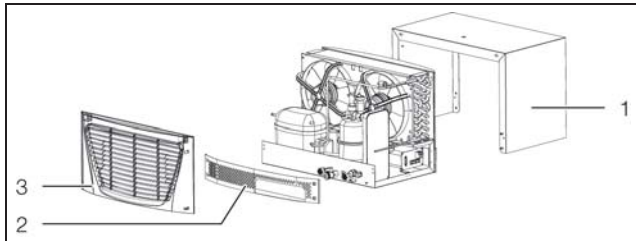

Fig. 40: Predisposizione del collegamento PLC (per i modelli 3318.600, 3318.610 e 3319.600, 3319.610)
- Rimuovere la griglia di aerazione sul lato posteriore del chiller (fig. 40, pos. 3).
- Smontare il pannello del frontale (fig. 40, pos. 2) e il contenitore (fig. 40, pos. 1).